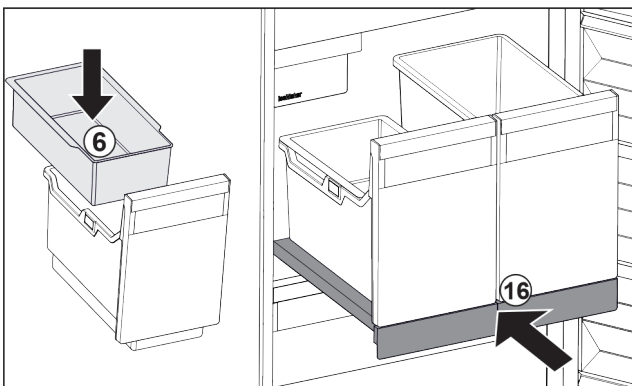

Fig. 25
- ▶ Colocar la bandeja suspendida Fig. 25 (6) para cubitos de hielo.
- ▶ Introducir el estante extraíble con recipiente (IceTower). Fig. 25 (16)